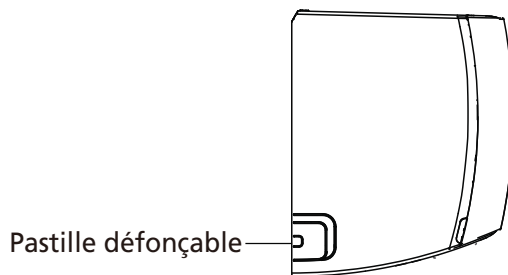

Fig. 11 — Pastille défonçable
2. Si le trou du mur est situé derrière le module intérieur, laissez la pastille défonçable du panneau en place. Si le trou du mur est situé sur un des côtés du module intérieur, retirez la pastille défonçable en plastique du panneau sur ce côté du module (voir fig. 11). Vous disposerez ainsi d'une ouverture pour la sortie de la tuyauterie. Utilisez une pince à becs longs pour faciliter le retrait de la pastille défonçable, le cas échéant.